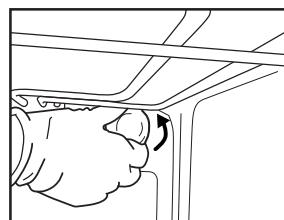

Fig. 6
2. Skru lampeglaset af (Fig. 6), skift pæren ud (se bemærkningen angående type), og skru lampeglasset på igen.